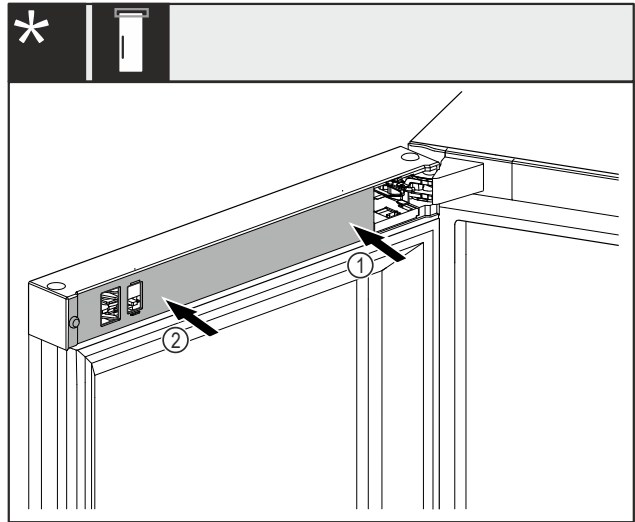

Fig. 33
- Remettre en place et enclencher le cache Fig. 33 (1) en commençant par le côté support de palier.
- Mettre ensuite en place et enclencher le cache Fig. 33 (2) côté extérieur.